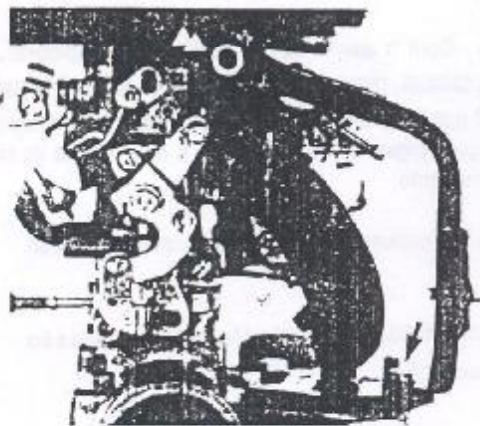

Figura 1.01.3 - Fixação do suporte do cabo do acelerador
3. Remover o parafuso e a porca de fixação do suporte do cabo do acelerador à válvula do respiro do cárter e à carcaça do filtro de ar, respectivamente (Figura 1.01.3).